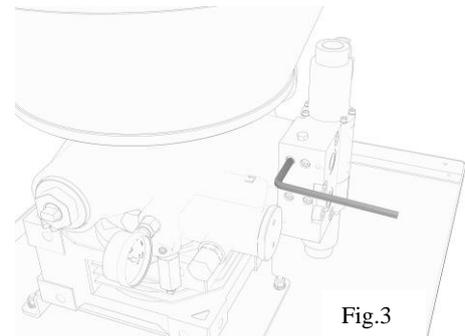

Fig.3
- Die vier Befestigungsschrauben der Umsteuerung lösen (Abb. 3).